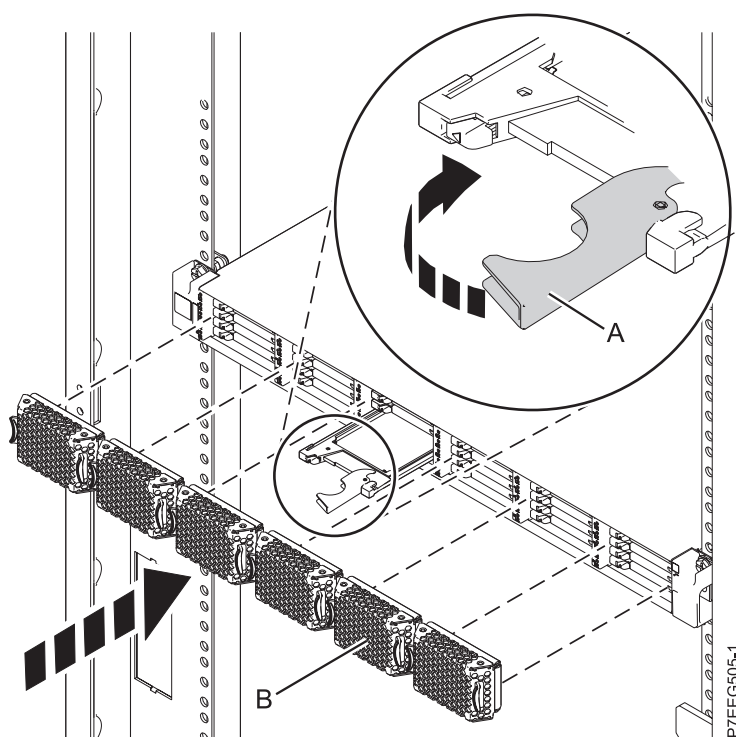

Figura 40. Substitució d'una unitat d'estat sòlid a Allotjament d'emmagatzematge EDR1 PCIe.
4. Quan el LED d'identificació de la unitat d'estat sòlid parpellegi, feu lliscar tota la unitat d'estat sòlid cap a Allotjament d'emmagatzematge EDR1 PCIe fins que quedi ben encaixada. A continuació, feu girar la nansa (A) fins a la posició de bloqueig. Consulteu Figura 40.
5. Instal·leu la tapa bisellada (B).